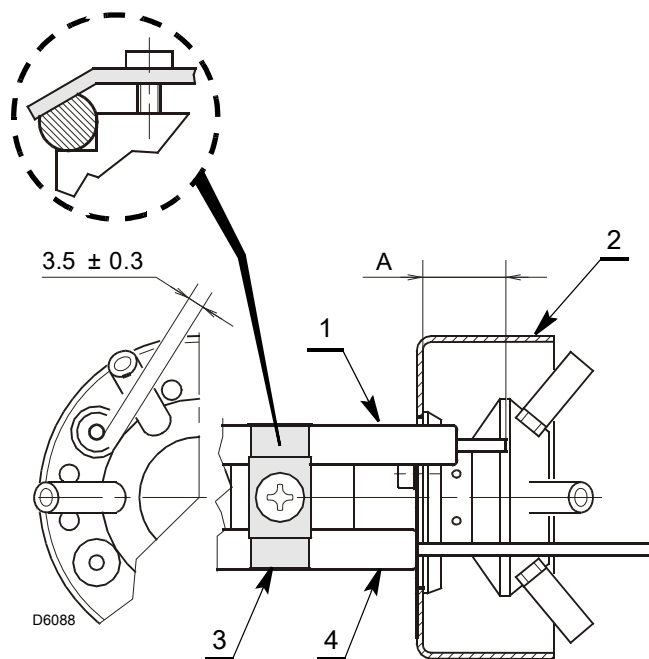

图 13
- 确保板 3) (图 13) 始终插在电极 1) 的平坦位置。